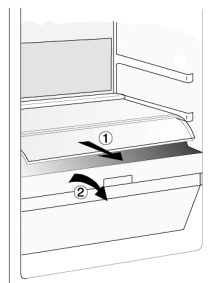

Рис. 2
2. Выньте ящик (См. **Рис. 2**)